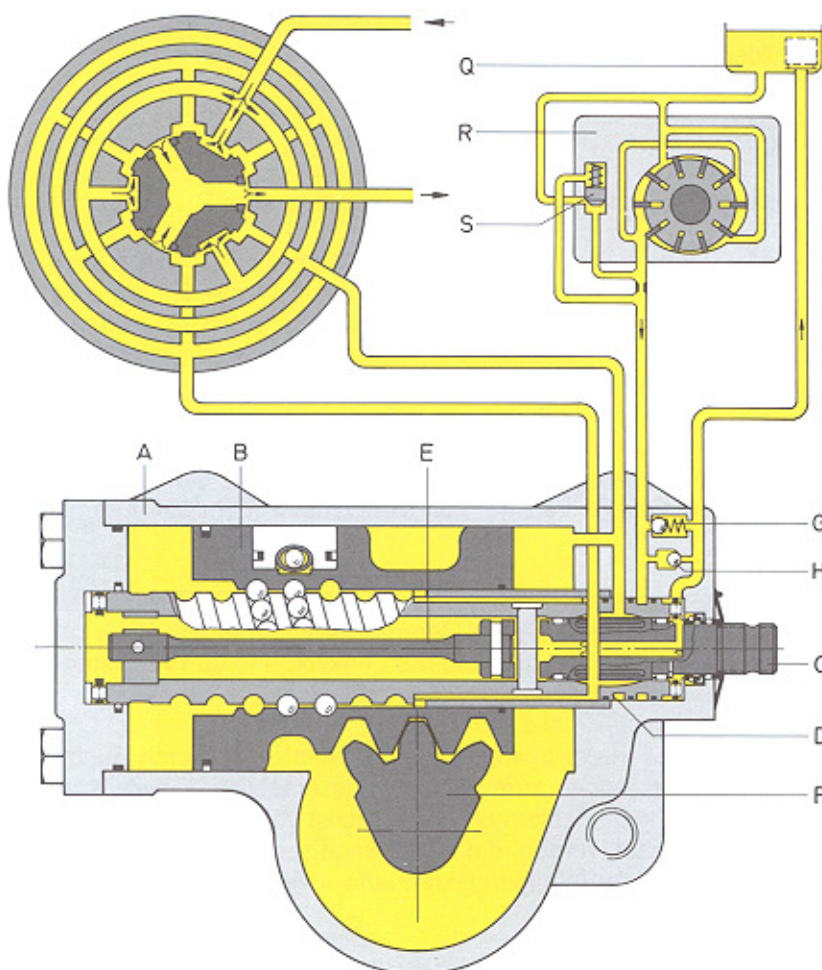

Рис. 1
Картер (А) - см. **Рис. 1** - и поршень (В) действуют как цилиндр. Поршень превращает вращательное движение вала рулевого управления (С) и червяка (D) в осевое движение и передает его на секторный вал (F).
На трех схематических изображениях, **Рис. 1** до **3**, клапан рулевого управления и поток масла представлены упрощено. Кроме того, эти изображения дополнительно показывают поперечное сечение клапана рулевого управления, чтобы могли быть схематически представлены соединения клапана рулевого управления с полостями цилиндра и действие клапана.